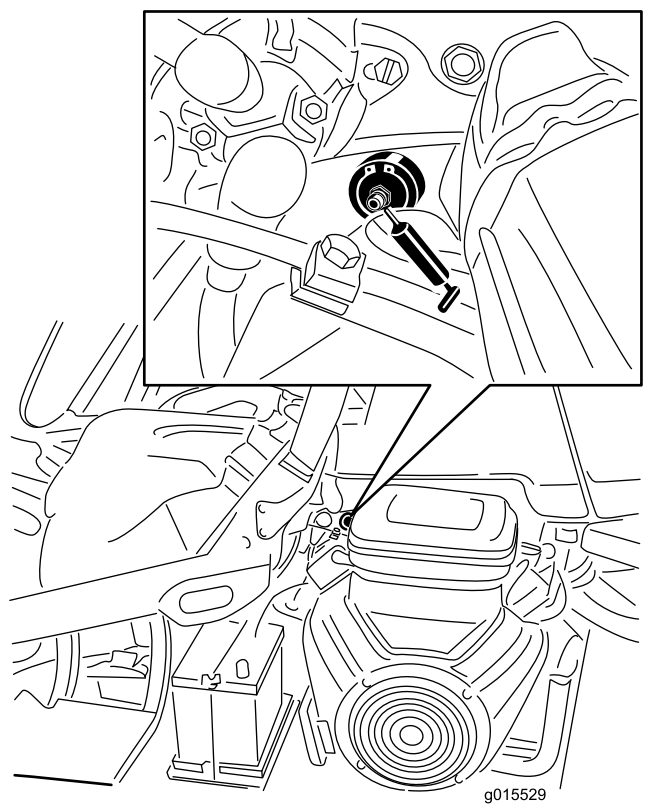

Figure 26
1. Essuyez le graisseur pour éviter que des impuretés ne pénètrent dans le roulement ou la bague (Figure 26).